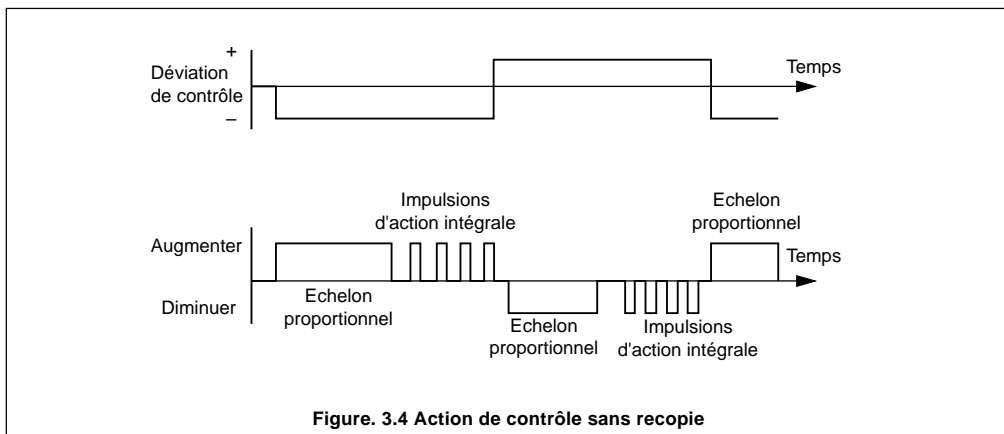

Figure. 3.4 Action de contrôle sans recopie
3.5.2 Réglage de vanne (types sans limite) – Figure. 3.4